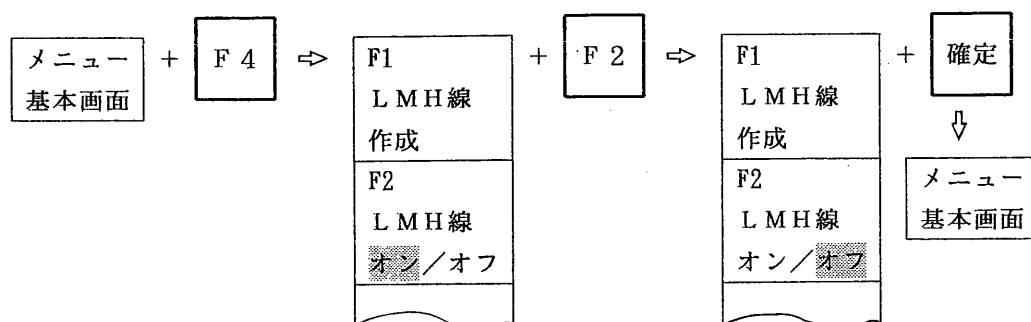

図 9.3.9 LMH 線をオンからオフに変更する方法
(1) ガイダンス表示エリアには〔メイン〕が表示され、探傷画面上にLMH線が表示されている場合
- ① 選択キー〔F 4〕を1回押すと図 9.3.9の選択メニューが表示されます。このメニューの〔F 2〕の項を見ると、〔オン〕の部分にカーソルがあります。
- ② 次に選択キー〔F 2〕を1回押すとカーソルは〔オフ〕に移ります。
- ③ カーソルが〔オフ〕に移ったことを確認して、確定キーを1回押します。